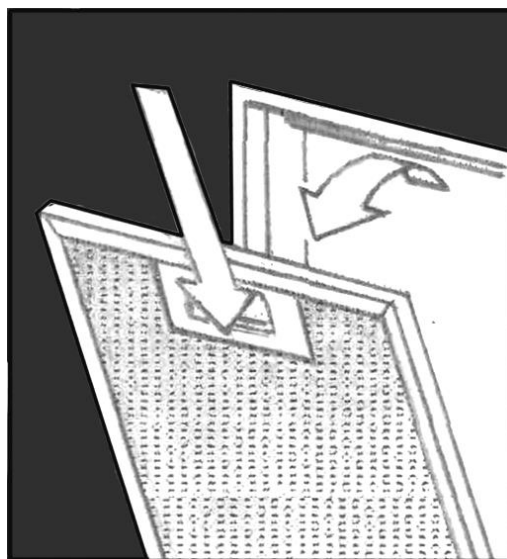

Рис.4
8.7 Для зняття алюмінієвого фільтра (**рис.4**) слід натиснути на пружинну засувку на фільтрі і, потягнувши на себе і вниз, витягнути з ніші корпусу витяжки. Установка фільтра виконується в зворотньому порядку. **Увага! Не встановлюйте фільтр після миття до його повного висихання.**